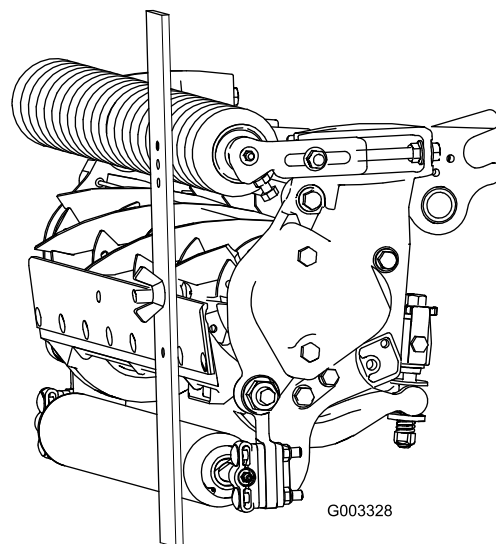

図 21
4. ゲージバーのねじの頭を下刃の先端に引っ掛け、バーの後端を後ローラに当てがう 図 21。
5. バーの前端がローラに当たるように、調整ネジで調整する 図 21。ローラ全体が下刃と平行になるように、ローラの両側を均等に調節する。